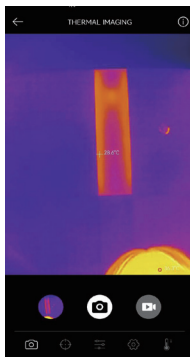

рисунок 3.2.1
4. Чтобы просмотреть сохраненные изображения/видео, нажмите на уменьшенное изображение в левом нижнем углу (см. рисунок 3.2.1).